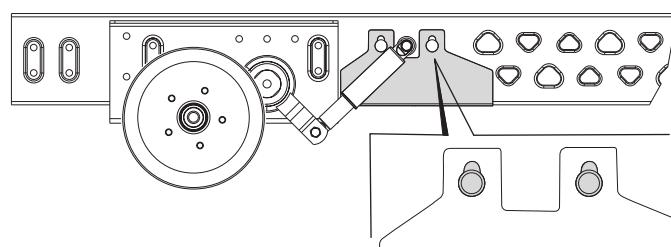

Fig. 15
- Adecuado para caravanas hasta 2000 kg con chasis Knaus Tabbert / Dyonic AB3 con un grosor de bastidor inferior a 2,8 mm (Fig. 15).